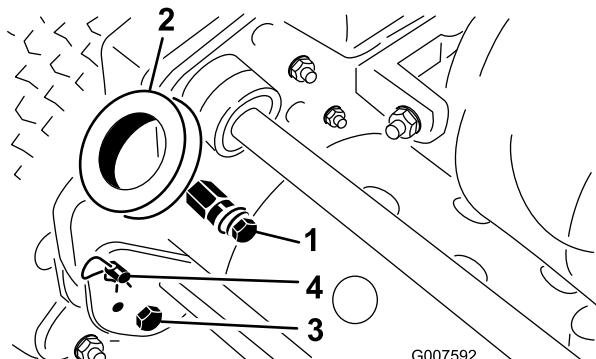

Figura 2
- Retire el perno, la arandela y la arandela de freno del pasador de montaje en cada lado del cortacésped (Figura 2).
- Retire los pernos y las contratuercas que sujetan la parte inferior de los brazos del manillar a cada lado del cortacésped (Figura 2).
- Retire los pasadores de horquilla y los pasadores de anilla que fijan los brazos del manillar a la parte de atrás del bastidor (Figura 2).
- Introduzca los extremos del manillar por los taladros de los brazos del manillar y alinee los taladros con los pasadores de montaje (Figura 2).
- Retire los pasadores de horquilla de los pasadores de anilla en cada lado del cortacésped (Figura 2).
- Sujetando el manillar, retire los pasadores de anilla de cada lado y suba o baje el manillar a la posición de operación deseada (Figura 2).